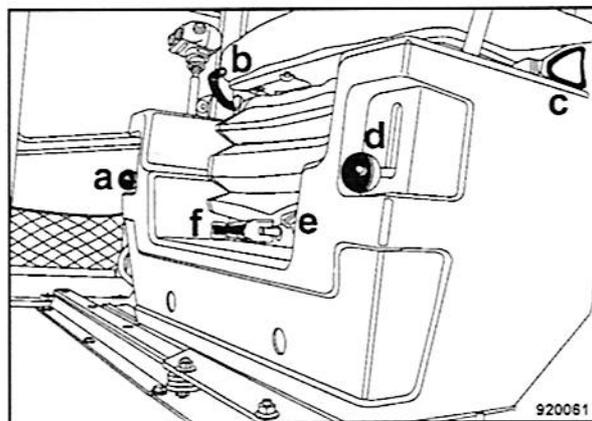

Fig. 96
- a = Alzar la palanca y encajar el asiento de conductor (Fig. 96) en una de las 9 posiciones de giro.